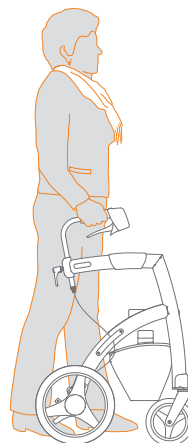

Figure 18: Marchez en vous tenant droit aussi près que possible du déambulateur.
- b. Pendant la marche, vous prenez place entre les poignées. Les poignées vous offrent le support pendant la marche si besoin. Ainsi, vous marchez aussi près que possible du déambulateur, ce qui vous procure le plus de soutien (**Figure 18**).